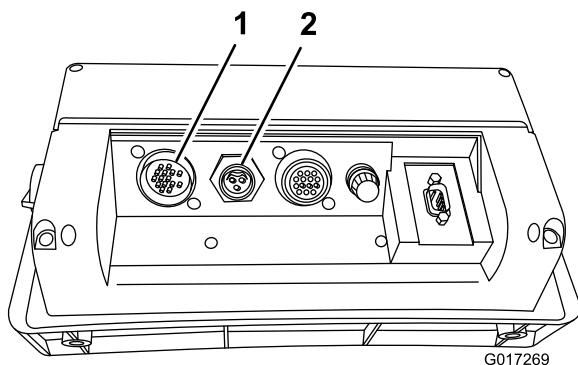

Bild 3
- Stecken Sie die Kabel in die entsprechenden Eingänge hinten am Konsolencomputer (Bild 3) und drehen Sie die Arretierringe, um die Kabel zu befestigen.